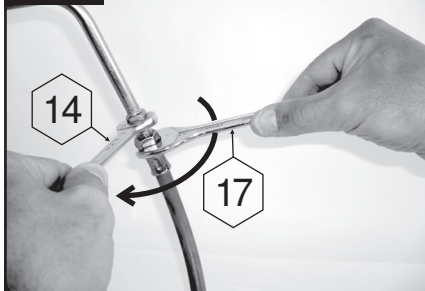

Abb. 04
2. Vergewissern Sie sich, dass sich die Bedienungsknöpfe in der „AUS“-Position (O) befinden.
- (Abb. 04) Tragen Sie die Lösung auf die Verbindungen zwischen Flasche/Regler/Schlauch/Grill auf oder sprühen Sie sie auf.
- Öffnen Sie das Ventil der Gasflasche (die Bedienungsknöpfe sollten geschlossen bleiben: „AUS“-Position (O)). Bilden sich Blasen in der Lösung, deutet dies auf ein Gasleck hin.